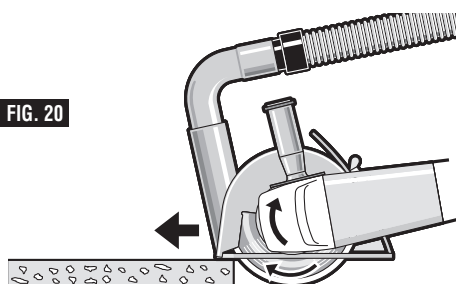

FIG. 20
4. Faites glisser l'outil vers l'avant à une vitesse modérée, adaptée au matériau en train d'être coupé. Coupez toujours en direction de l'orifice d'extraction de la poussière afin de maximiser l'extraction de poussière et de réduire le risque d'effet de rebond (Fig. 20).